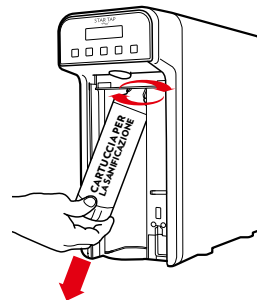

Fig. 2-29
29.34 - Estrarre la cartuccia per la sanificazione ruotando la stessa in senso orario verso destra fino alla completa estrazione, vedi Fig. 2-29.